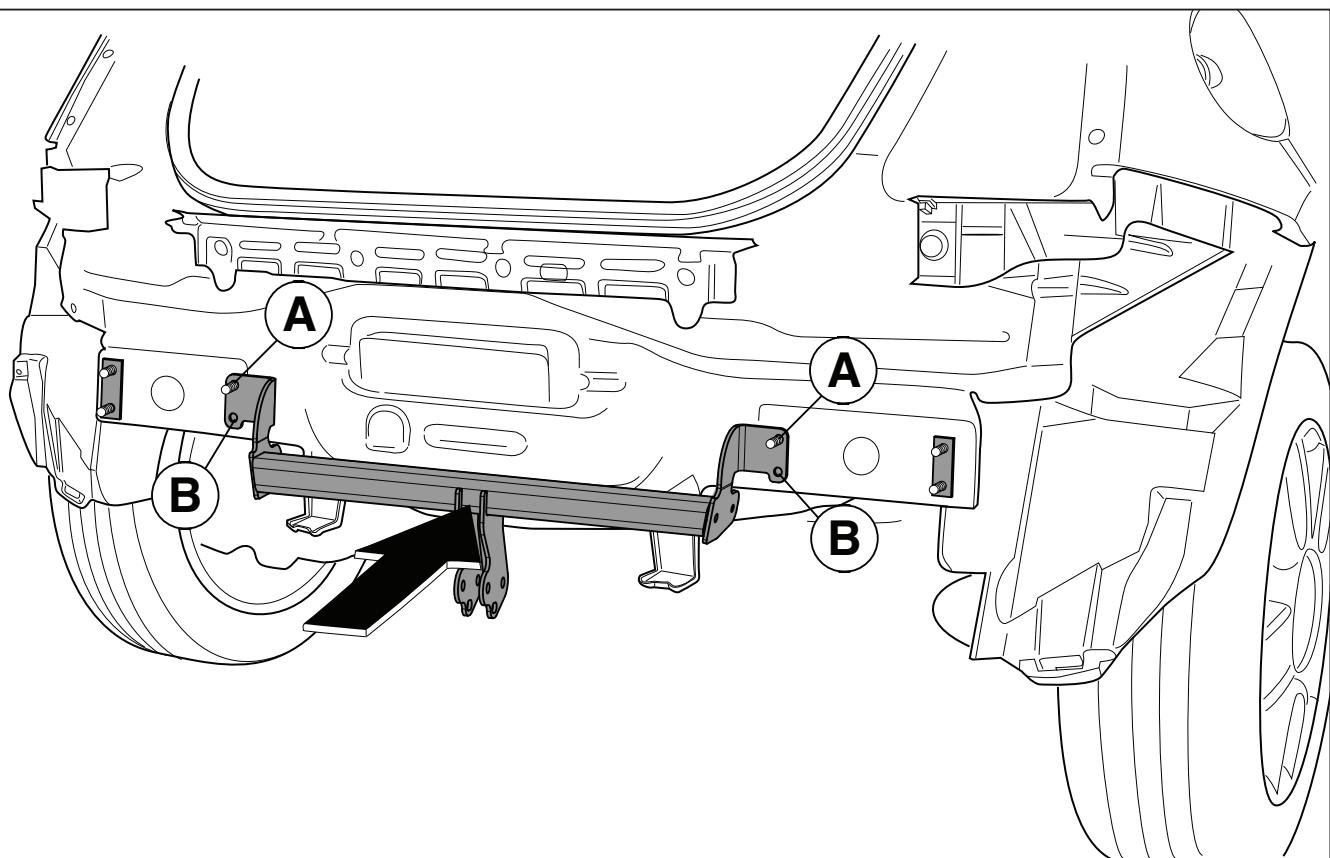

Fig.3
4. Fit the tow bar at points A and B using spacer plates. (See figure 3).
3. Verwijder t.p.v. de aangegreven punten de rubberen doppen (zie fig. 3).
4. Die Anhängevorrichtung einschließlich Füllplatten bei den Punkten A und B montieren. (Siehe Abbildung 3).
4. Monter anhængertrækket ved punkterne A og B inklusiv udfyldningsplader. (Se fig. 3).
4. Zamontować hak holowniczy w punktach A i B wraz z płytami wypełniającymi. (Patrz rysunek 3).